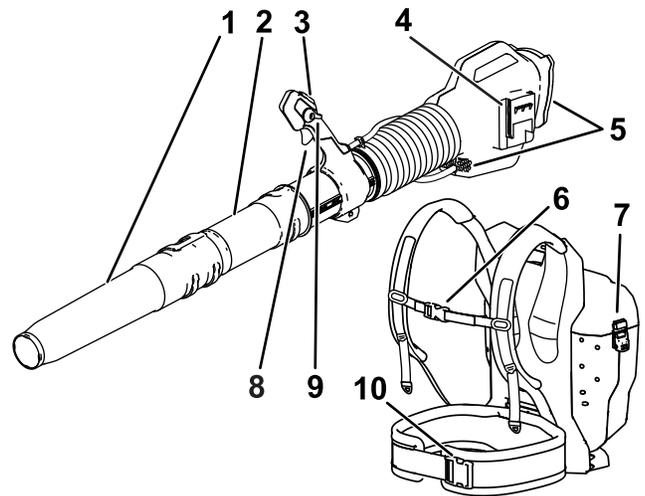

**Bild 5**
2. Drücken Sie die Gebläseverriegelungstaste und schieben Sie das Laubgebläse nach unten in den Rucksack, bis es einrastet (Bild 5).